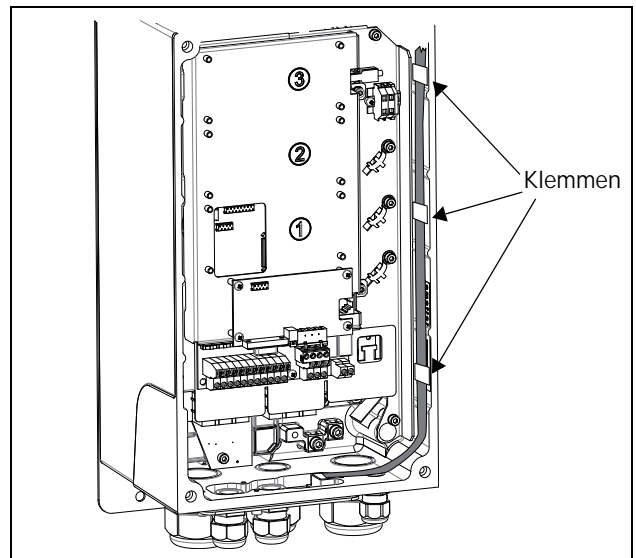
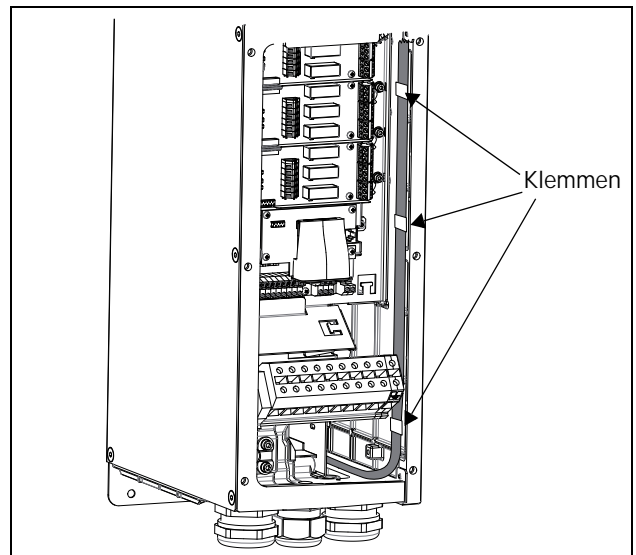
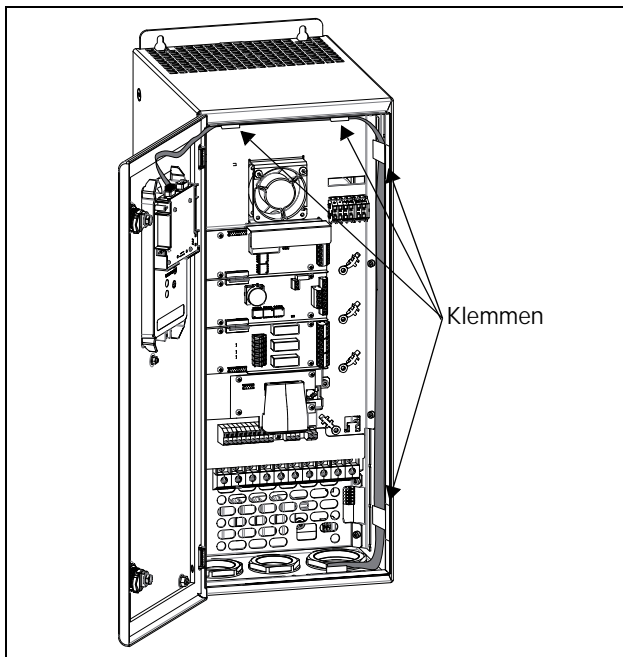

Fig. 5 Monteer op deze manier de bandkabel met de clips aan de zijkant in bouwvorm B
Fig. 6 Monteer op deze manier de bandkabel met de clips aan de zijkant in bouwvorm C
Fig. 7 Monteer op deze manier de bandkabel met de clips aan de zijkant in bouwvorm D.
7. Plaats de bandkabel langs de zijkant van de FO. Plaats de klemmen van de bandkabel langs de binnenzijde van de omvormer, zie Fig. 5, Fig. 6, Fig. 7 or Fig. 8.